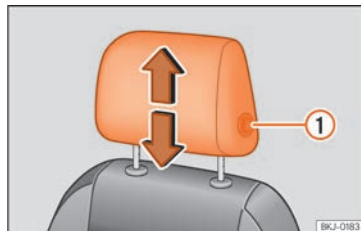
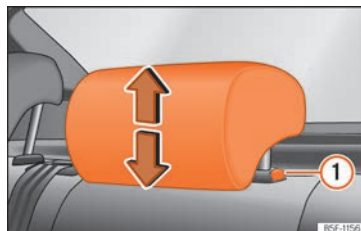

Fig. 107 Banco dianteiro: ajuste do encosto de cabeça.
Fig. 108 Encosto de cabeça traseiro: ajuste do encosto de cabeça.
deve pressionar o botão »» Fig. 107 ①; no caso dos traseiros é apenas necessário pressionar o botão »» Fig. 108 ① para baixá-los »» **⚠ em Introdução ao tema na página 137.**
- Pressione o botão lateral »» Fig. 107 ① e retire o encosto de cabeça.